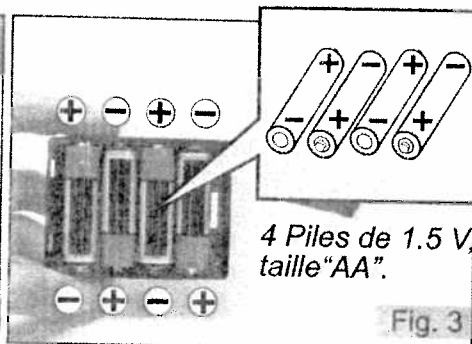

Fig. 3
3. Introduire des piles neuves "AA" en respectant la polarité «+» & «-» telle qu'indiquée dans le logement de piles (fig.3).